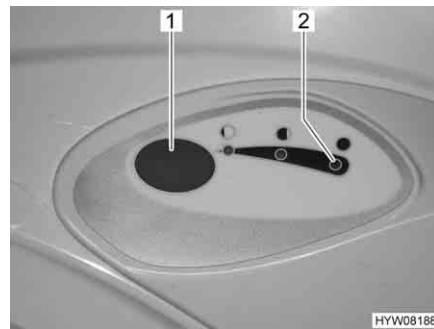

Fig. 110 Pulsante dello sciacquone/spia di controllo toilette Thetford
- Per sciacquare premere il pulsante blu (Fig. 110,1).
La spia di controllo (Fig. 110,2) si accende quando il serbatoio fecale deve essere svuotato.